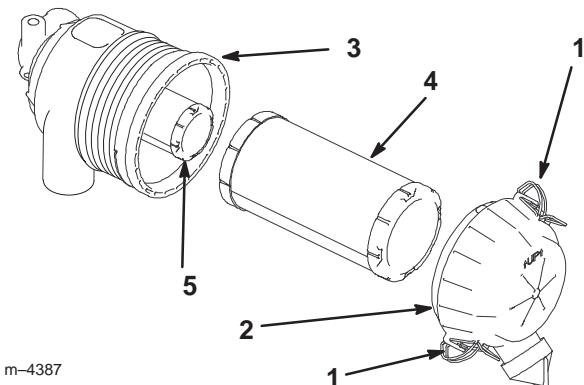

Figure 26
3. Ouvrez les dispositifs de verrouillage du filtre et ôtez le couvercle du corps du filtre (Fig. 26).
5. Sortez l'élément primaire du corps du filtre avec précaution (Fig. 26). Evitez de cogner l'élément à l'intérieur du corps. N'enlevez pas l'élément de sécurité, sauf si vous voulez le remplacer également.
2. Si vous remplacez l'élément de sécurité, insérez-le avec précaution dans le corps du filtre (Fig. 26).
3. Installez ensuite l'élément primaire sur l'élément de sécurité avec les mêmes précautions (Fig. 26). Assurez-vous qu'il est bien engagé en appuyant sur le rebord extérieur de l'élément que vous installez.
4. Reposez le couvercle, le côté portant l'inscription UP étant tourné vers le haut, et fermez les dispositifs de verrouillage (Fig. 26).